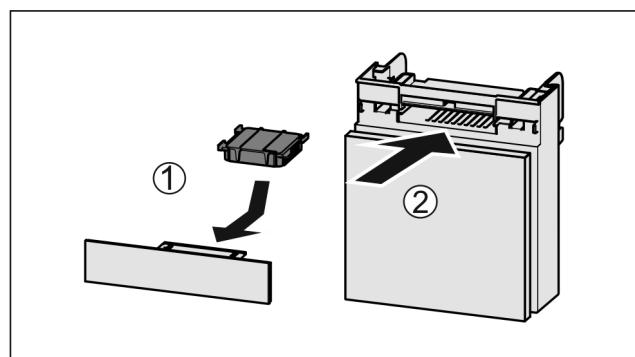

Fig. 32
- Вставити фільтр з активованого вугілля за малюнком Fig. 32 (1).
- Вставити відділення Fig. 32 (2).